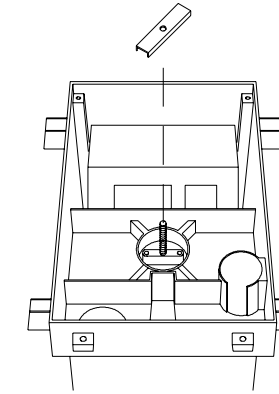

Figura 1
1. Quite la tapa del balasto ejerciendo palanca ligeramente en las abrazaderas o sujetadores laterales tipo “Z”. No doble demasiado las abrazaderas para que no se venzan. Levante la tapa y déjela a un lado. Coloque el receptáculo de montaje sobre el perno roscado. Ver Figura 1